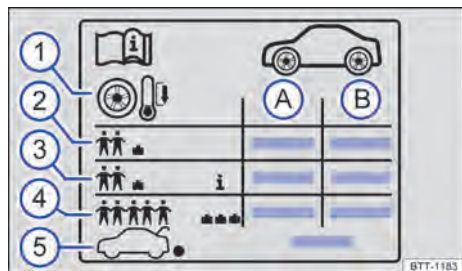

Fig. 246 Símbolos na etiqueta de pressão dos pneus.
Dependendo do veículo, a etiqueta pode conter uma pressão conforto dos pneus → Fig. 246 3. A pressão de conforto dos pneus possibilita aumentar o conforto da condução. Ao conduzir com a pressão de conforto dos pneus, pode aumentar o consumo de combustível.
- Adequar sempre a pressão dos pneus às condições de carga → Fig. 246 4.